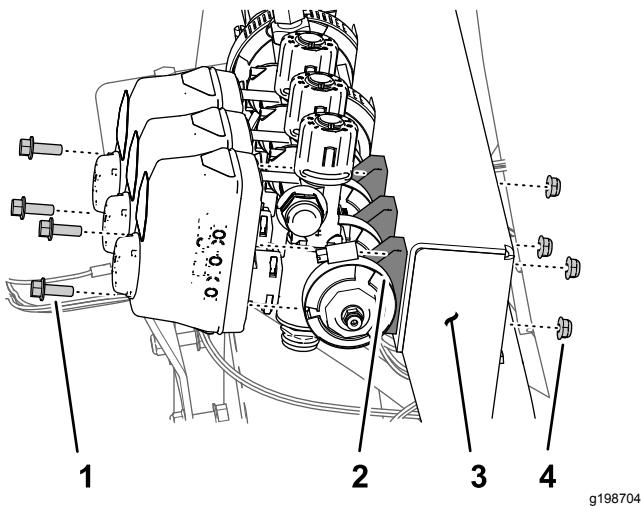

Bild 68
1. Entfernen Sie die zwei Bundkopfschrauben (1/4" x 3/4") und die zwei Sicherungsmuttern (1/4"), mit denen das linke Auslegerabschnittventil an der Verteilerbefestigung befestigt ist (Bild 68).
2. Entfernen Sie die zwei Bundkopfschrauben ( $\frac{1}{4}$ " x  $\frac{3}{4}$ ") und die zwei Sicherungsmuttern (1/4"), mit denen das rechte Auslegerabschnittventil an der Verteilerbefestigung befestigt ist (Bild 68).
3. Entfernen Sie die Flanschklemme (40 mm bis 64 mm) und die Dichtung (25 mm x 35 mm), mit denen der Flansch des linken Abschnittventils am Adapter befestigt ist (Bild 68).